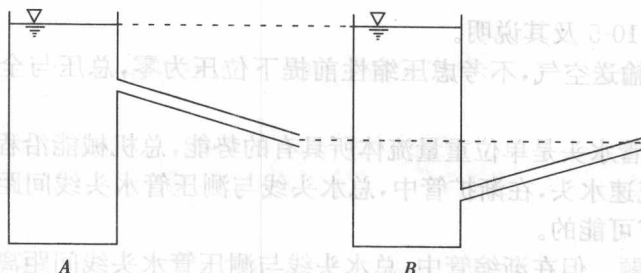

图 10-11
21. 如图 10-11 所示, A、B 两水箱水面相同, 水管出口高度相同, 水管直径、长度、阻力相同, 则两者沿水平方向( )。